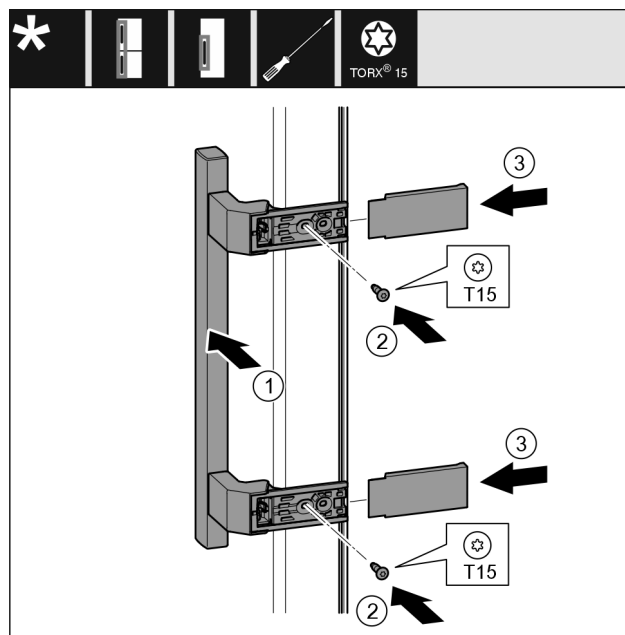

Fig. 22
- ▶ Coloque el tirador Fig. 22 (1) en el lado opuesto.
- ▶ Apriete los tornillos Fig. 22 (2) con el destornillador.
- ▶ Coloque las cubiertas Fig. 22 (3) lateralmente y empújelas.